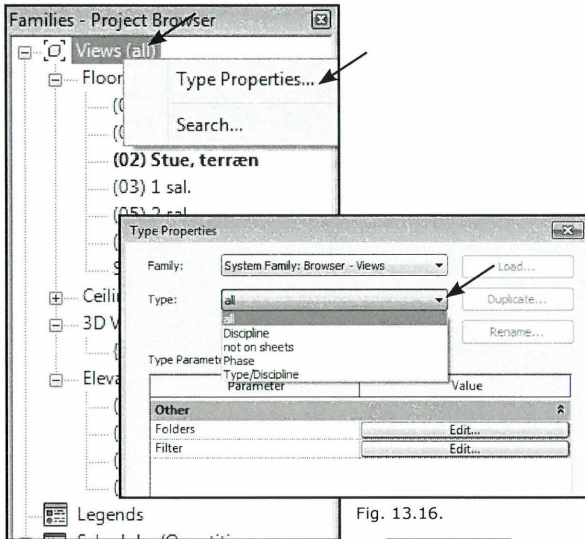

Fig. 13.15. Project Browseren.
- Højreklik på *Views (all)* i *Project Browseren* (Fig. 13.15).
- Vælg *Type Properties* (Fig. 13.15).